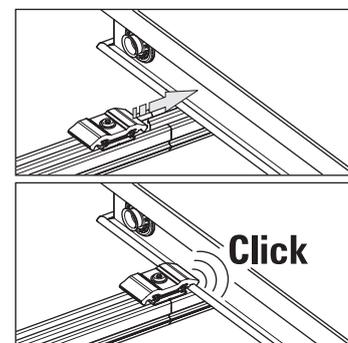

Figura 3-22 Posizionare la piastrina di bloccaggio doppia
- Spingere le piastrine di bloccaggio doppie sul collettore piano montato per ultimo, finché il profilato di bloccaggio non si innesta nel profilato del telaio del collettore (Figura 3-22).